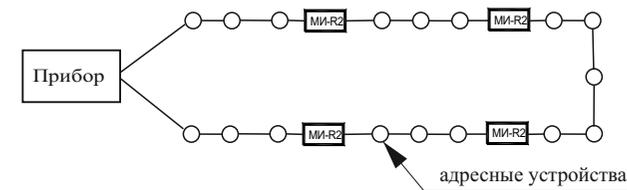

Рисунок 4
- разрывать кольцевую АЛС (рисунок 4) в двух местах установки изоляторов, ближайших к точке короткого замыкания. Это локализует участок между изоляторами и оставляет работоспособными участки АЛС между выходами прибора и сработавшими изоляторами.